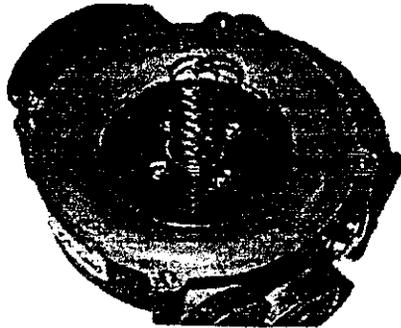

Figura 5.9 Montaje del resorte de la válvula de aire.
8. Instale el resorte de la válvula de aire como se muestra en la figura 5.9